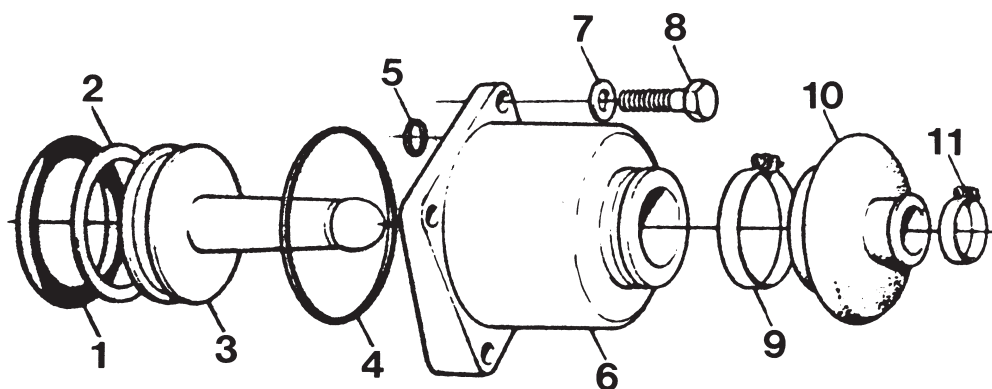

Fig. 48. Trimcylinder
1. Montera gummibälgen (10 fig. 48) med slangklamma (9) på cylinderhuset (6). Passa in bälgens tätningssvulst i husets spår och drag fast klamman.
2. Montera stödringen (2 plast) och tätningsringen (1 gummi) på kolven (3). Stödringen skall placeras närmast kolvstången.
4. Passa in gummibälgens tätningssvulst i kolvstångens spår och drag fast klamman (11 fig. 48).
6. Montera den ihopsatta trimcylindern på skölden och drag skruvarna (8) med ett moment av 30–50 Nm (3–5 kpm).
**OBS!** Brickorna (7). Kontrollera att inga föroreningar följer med in.